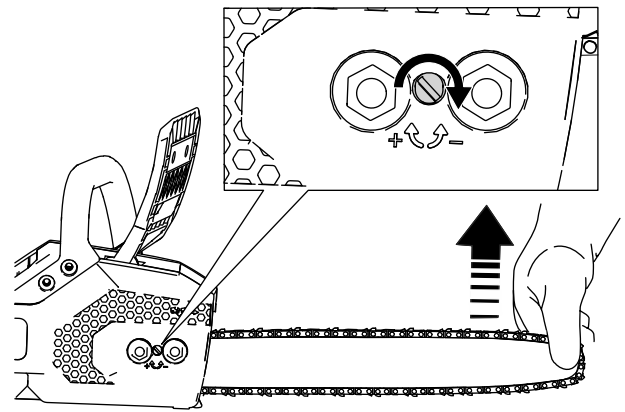

Figure 30
6. Tenez le guide-chaîne par son extrémité (Figure 30).
- **Pour tendre la chaîne**, tournez la vis de réglage de la tension dans le sens horaire (Figure 30).